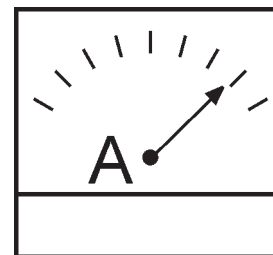

Figure 52. Ampèremètre (Charge)
14. Observez l'ampèremètre de la génératrice (Figure 52) et assurez-vous qu'il affiche la quantité de courant anticipé conformément à la charge. L'ampèremètre n'indication le courant que si la charge est utilisée.